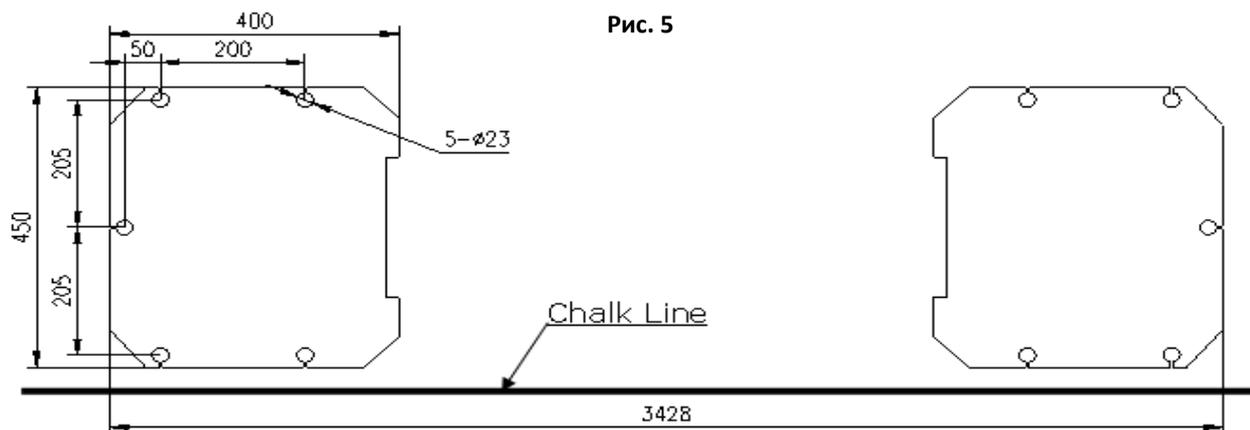

Рис. 5
B. С помощью мелка отметьте расположение основания колонн (Рис. 5).